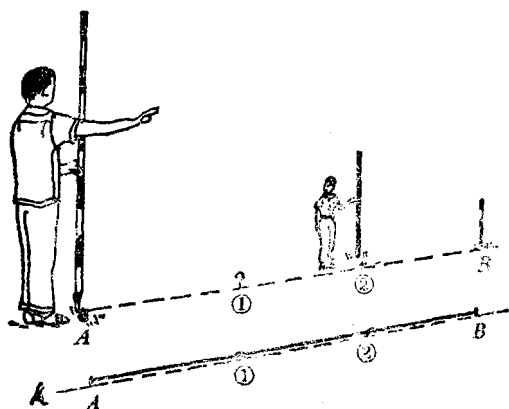

图 1
- 3) 进行直线定线（如图 1 所示）。先在 A 、 B 两点立好标杆，观测员甲站在 A 点标杆后面 1 m 左右，用单眼通过 A 标杆